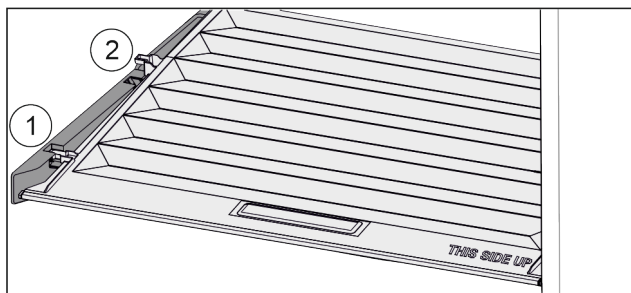

Fig. 36
- Vytáhněte víko dopředu až k otvoru v přídržných dílech Fig. 36 (1).
- Vzádu zespodu nadzvedněte a vyjměte směrem nahoru Fig. 36 (2).